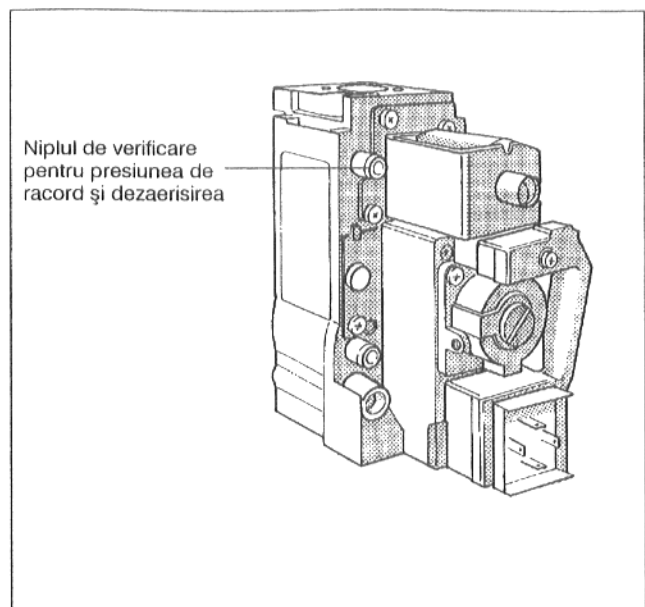
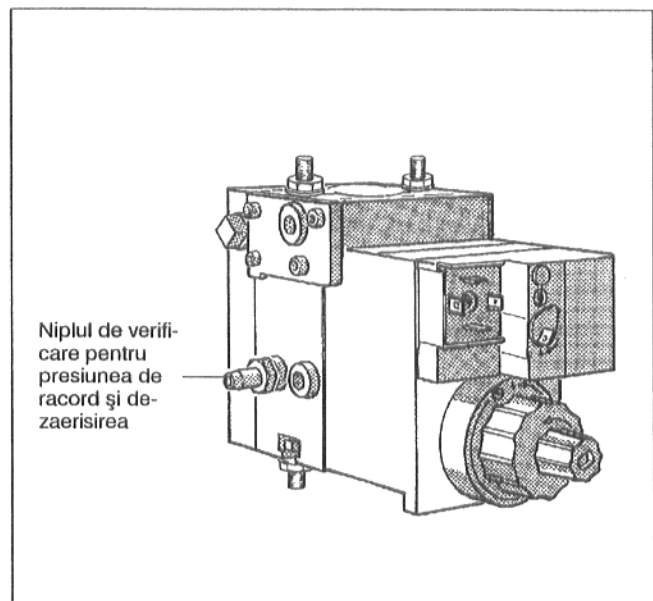

Fig. 27: Armătura arzătorului de gaz Honeywell VR 4601
Fig. 28: Armătura arzătorului de gaz DUNGS MBDLE
- Desfaceți ușor șuruburile de încheiere de la niplul de verificare pentru presiunea de racord de la armătura arzătorului de gaz (Fig. 27 respectiv Fig. 28) numai două rotații.
**Gazul metan E (H):**